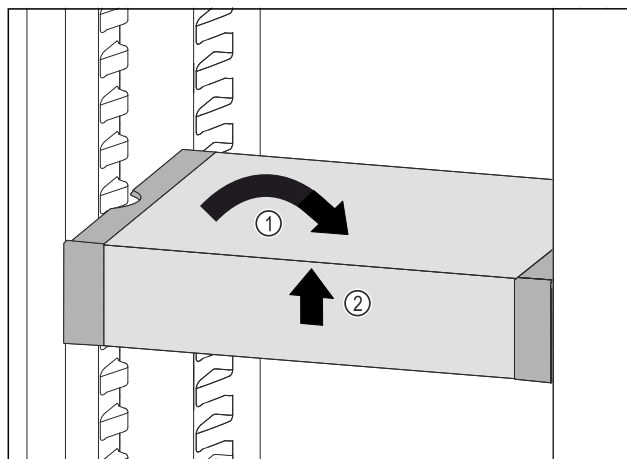

Fig. 60
- ▶ VarioSafe ustawić prosto. Fig. 60 (1)
- ▶ VarioSafe unieść z przodu. Fig. 60 (2)